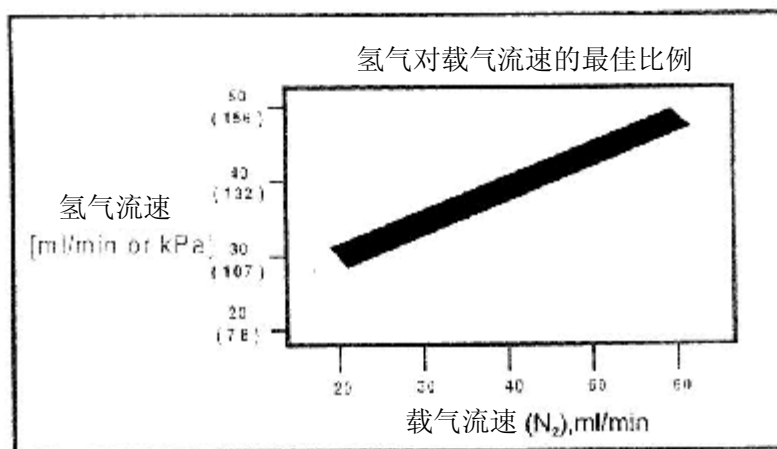

图 4-9 氢气对载气流速的最佳比例图
- 3) FID 灵敏度取决于  $H_2$  对载气流速之比 (或对毛细管柱载气+尾气), 有一操作的最佳比例。一般情况, 感兴趣的样品组分浓度高时, 增加空气流速可能是必要的; 如果感兴趣的组分浓度低时, 可以减少空气流速。图 4-9 表示氢气对载气流速的最佳比例。